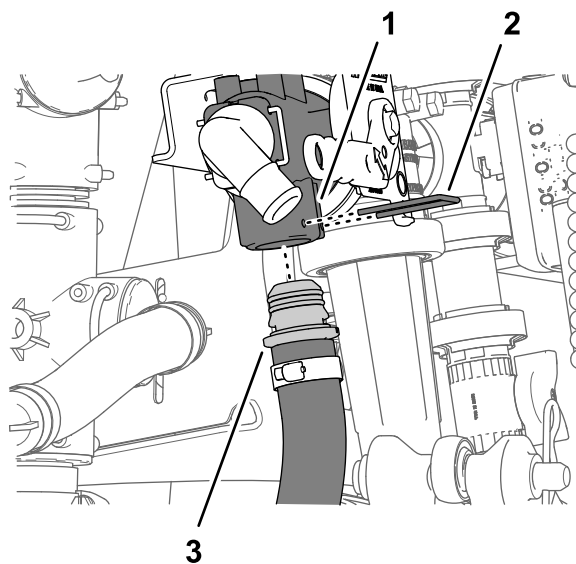

Figura 226
3. Allineate l'altro raccordo a 90° del gruppo flessibile della pressione (N. cat. Toro 131-9648) con il foro aperto del raccordo a T nella pompa dell'irroratrice e inserite il raccordo a 90° fino a quando non è in sede nel raccordo a T (Figura 226).
4. Allineate il raccordo diritto dentellato del gruppo flessibile della pressione (N. cat. Toro 131-9648) con il foro inferiore della valvola di intercettazione del fluido e inserite il raccordo diritto fino a quando non è in sede nella valvola (Figura 226).